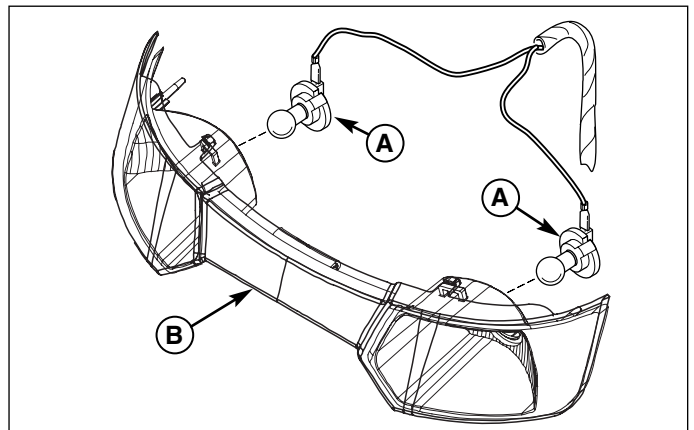

Figure 12. Phare
2. Déposer les douilles et ampoules (A, Figure 12) en tournant les douilles vers la gauche et en les tirant hors de l'optique (B). Refaire la même chose de l'autre côté.